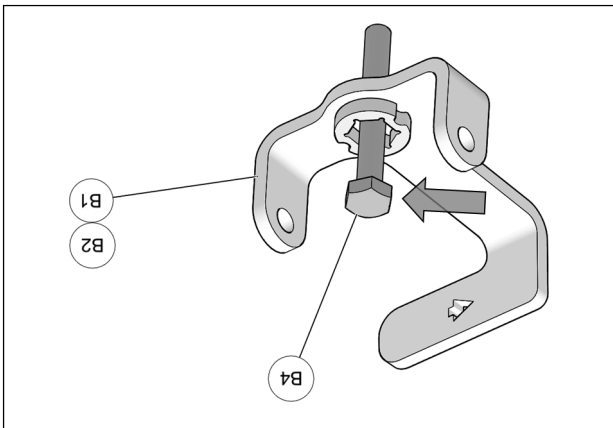

Fig. 4
4. Insérer les boulons M10x80 mm (B4) - fournis dans l'ensemble de pièces - dans chacun des ancrages de suspension arrière (B1-B2), tel que montré à la Fig. 4